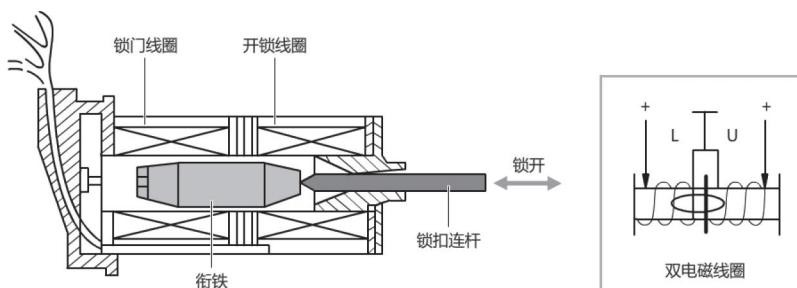

图 1-1-4 电磁铁式自动车门锁
(1) 电磁铁式自动车门锁。门锁的开启和锁闭均由电磁铁驱动，结构如图 1-1-4 所示，其门锁集中操作按钮平时处于中间位置，用手按压即可开启或锁闭车门。优点是结构简单，内部摩擦力小，动作敏捷，操作方便；缺点是耗电，电磁铁质量大，动作时有撞击声。